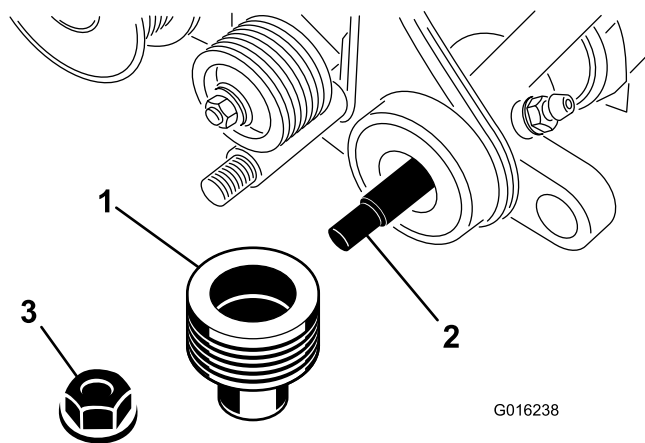

図 34
6. 受動プーリをグルーマシャフトの端部に固定しているフランジロックナットを外す 図 34。プーリを外す。